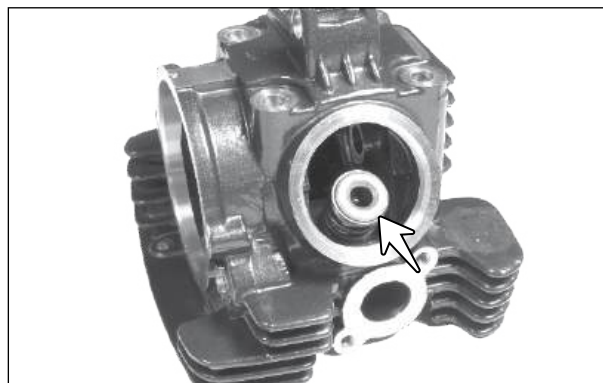

Fig. 3.55
- Remova o retentor da mola da válvula, a mola da válvula externa e interna (seta). (Fig. 3.55)